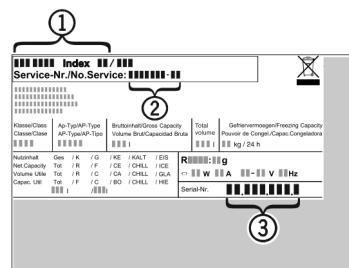

Fig. 11
- Očitajte naziv uređaja Fig. 11 (1), servisni broj Fig. 11 (2) i serijski broj Fig. 11 (3) s tipske pločice. Tipska pločica nalazi se na lijevoj unutarnjoj strani uređaja.
- Obavijestite službu za kupce i javite im kvar, naziv uređaja Fig. 11 (1), servisni broj Fig. 11 (2) i serijski broj Fig. 11 (3).